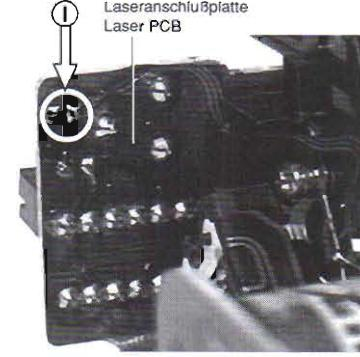

Fig. 12
Bei Ausbau des CD-Laufwerks muß vor Abziehen der Steckverbindungen eine Schutzlötstelle auf der Leiterplatte der Laser-Einheit (Fig. 12) angebracht werden, um eine Zerstörung der Laserdiode durch statische Aufladung zu vermeiden.
When removing the CD mechanism the Laser pick-up PCB must be provided with a protective soldered joint (Fig. 12) before unplugging the connectors to avoid damage to the Laser diode by static charges.
Die Laserdiode ist gegen statische Aufladung beim Transport kurzgeschlossen. Nach dem Einbau und Anschluß der Lasereinheit muß die Kurzschlußlötlöste ① (Fig. 12) auf der Laseranschlußplatte aufgelöstet werden.